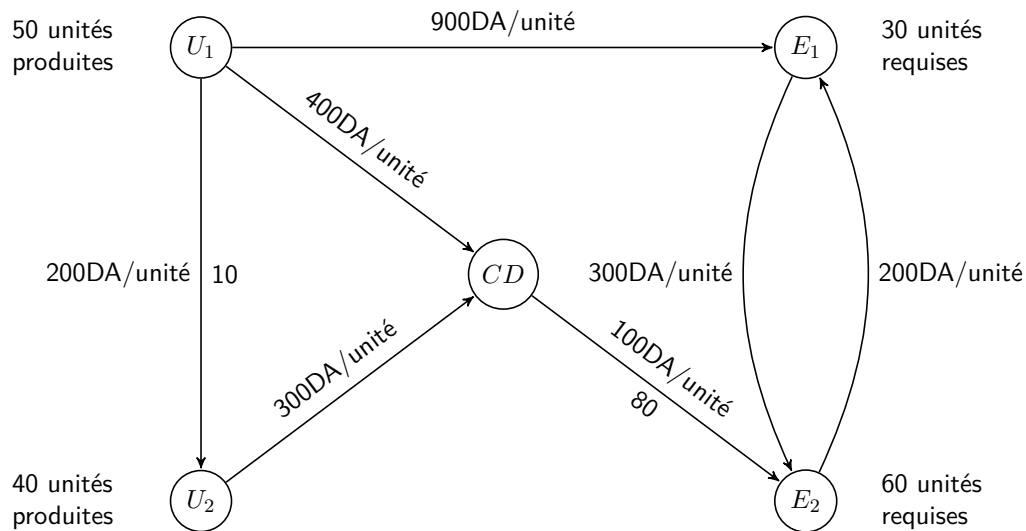

Figure 1: Réseau de distribution
Réseau de distribution Considérons deux usines (U_1 et U_2), un centre de distribution (CD), et deux entrepôts (E_1 , E_2). Chaque usine fabrique un certain nombre d'unités d'un même produit (l'offre). Chaque entrepôt requiert un certain nombre d'unités de ce même produit (la demande). Sur chaque lien (arc) du réseau, il y a un coût de transport par unité de produit (coût unitaire). De plus, sur certains arcs, il y a une capacité maximale sur le nombre d'unités transportées. Le réseau considéré est représenté dans la Figure 1. L'objectif est de **minimiser le coût de transport total**.